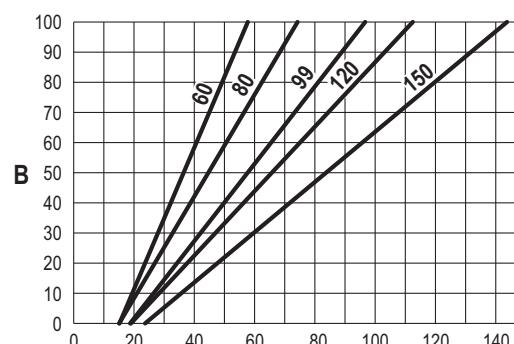

рис. 82
- Используйте **контекстные клавиши 1 и 2** для увеличения или уменьшения теплопроизводительности (минимальная = 00, максимальная = 100). См. диаграмму «Регулировка теплопроизводительности» (рис. 82).